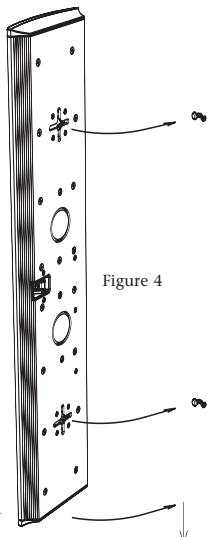

Figure 4
12. Alignez l'enceinte afin d'insérer les vis au centre des rails en forme de croix. Faites coulisser l'enceinte vers le bas afin que les têtes de vis maintiennent l'enceinte en place. [Figure 4]